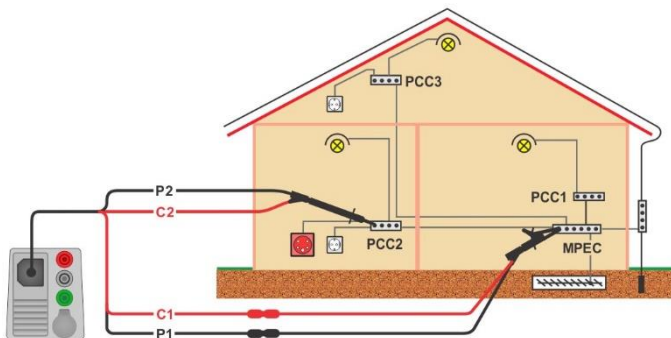

Figura 7.25: Conexión de una punta de prueba de 4 cables y cable de extensión opcional
- Conecte las puntas de prueba al objeto a prueba, vea la **Figura 7.25**. Utilice los cables de extensión si es necesario.